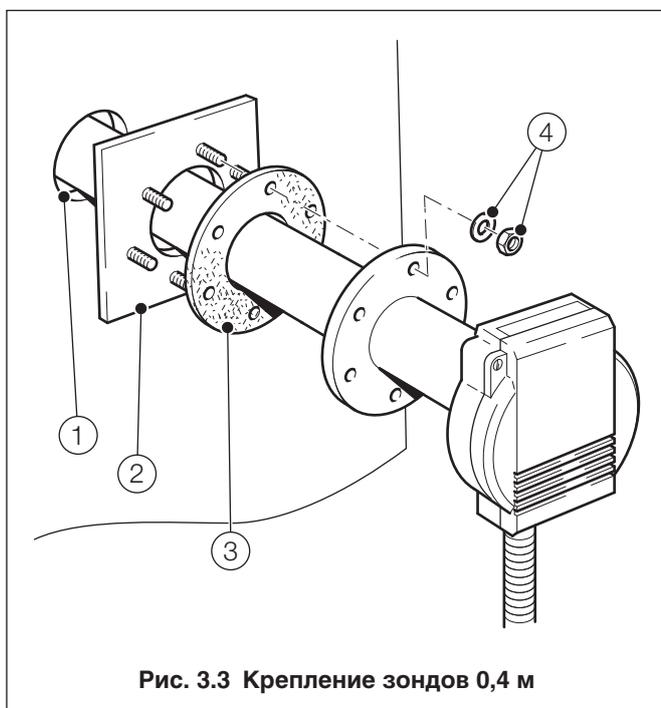

Рис. 3.3 Крепление зондов 0,4 м
3.2.1 Зонд 0,4 м (“стандартное” фланцевое крепление) – Рис. 3.3
- ① Прорезать в стенке дымохода отверстие диаметром не менее 75 мм.
- ② Либо: